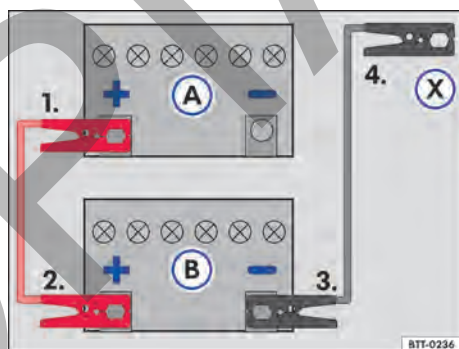

Fig. 197 Esquema para la conexión de los cables auxiliares de arranque: batería del vehículo descargada (A) y batería del vehículo que provee la corriente (B).
Leyenda para → fig. 197:
Conectar el cable de arranque auxiliar solo en la secuencia **1 – 2 – 3 – 4** → **fig. 197**.
- Conectar una extremidad del cable auxiliar de arranque *rojo* al polo positivo (+) del vehículo con la batería del vehículo descargada → **fig. 197** (A) → ⚠.
- Conectar el otro extremo del cable de arranque auxiliar *rojo* al polo positivo (+) del vehículo que suministra corriente (B).
- Conectar un extremo del cable de arranque auxiliar *negro* al polo negativo de la batería del vehículo que suministra la corriente (B).
- Conectar el otro extremo del cable de arranque auxiliar *negro* (X) al vehículo con la batería descargada en un punto de ayuda al arranque (punto de puesta tierra) o una pieza de metal atornillada firmemente al bloque del motor, sin embargo, no cerca de la batería (A) → ⚠.